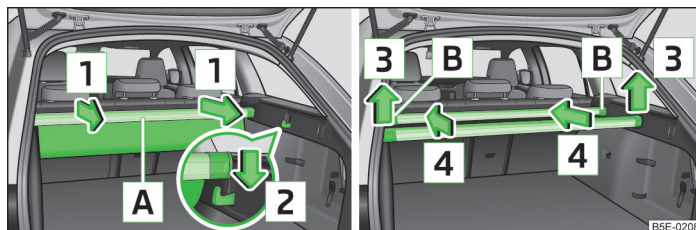

Fig. 94 Borsa multifunzione: estrazione/inserimento
- Con entrambe le mani afferrare la barra posteriore **A** » fig. 94 ed estrarre completamente la borsa tirando nella direzione indicata dalla freccia **1**.
- Togliere la barra posteriore dei ganci nella direzione indicata dalla freccia **3** » fig. 94.